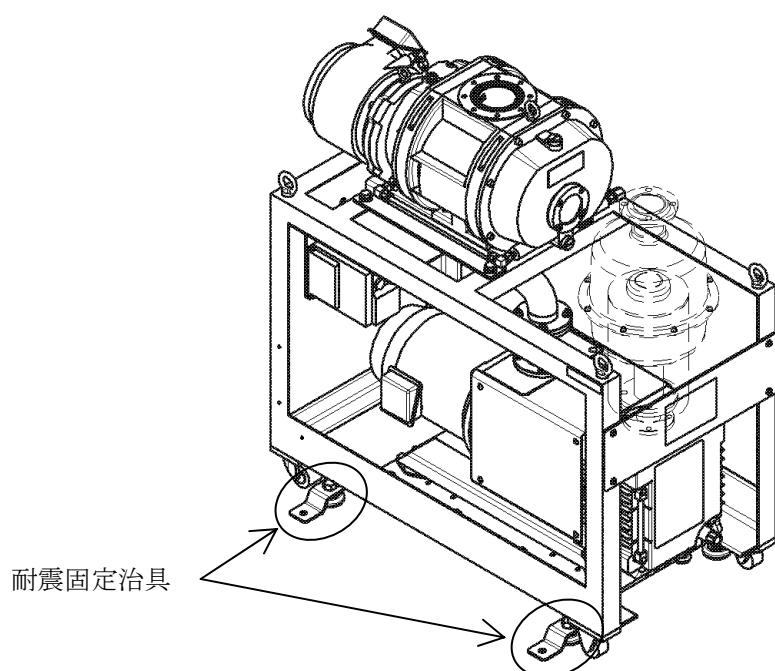

図1 耐震固定治具による固定
地震による転倒防止に備え、付属されている耐震固定治具4点で固定してください(図1参照)。固定にはM12のボルト(ナット)をご準備ください。
- ①地震による転倒防止に備え、ポンプは下記の図1のように、耐震固定治具4点で確実に固定してください。固定にはM12のボルト(ナット)をご準備ください。